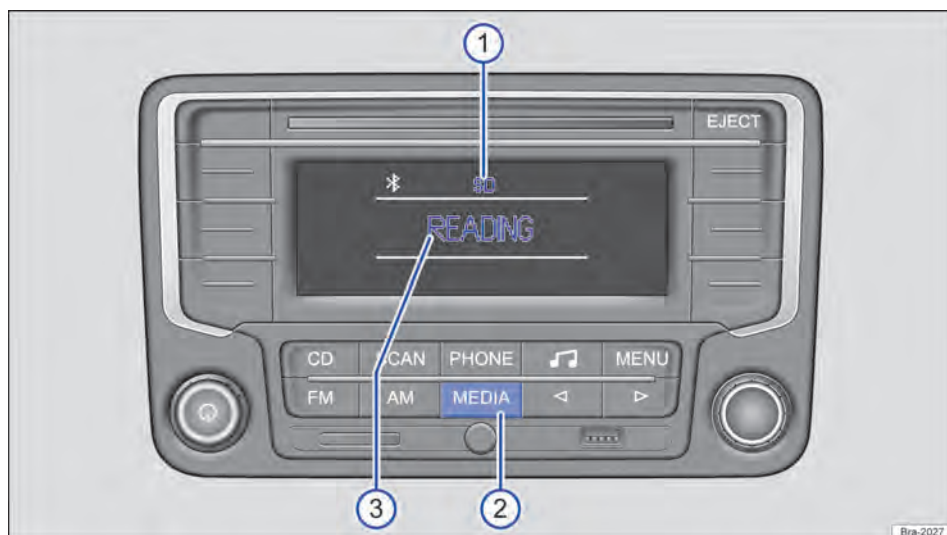
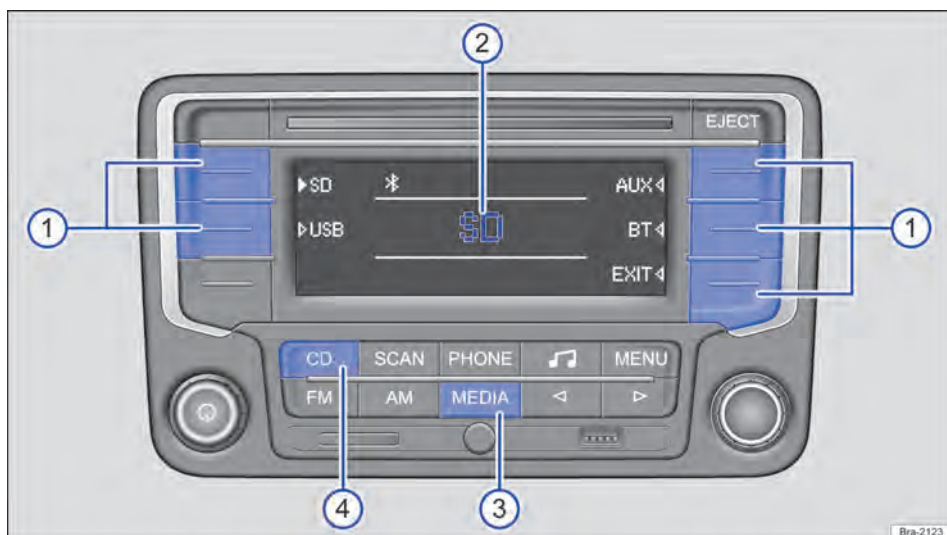

Fig. 137 Exemplo de exibição na operação de mídia: o rádio lê arquivos de um cartão SD.
Fig. 138 Exemplo de exibição na operação de mídia: a reprodução da última fonte de mídia tocada é continuada, outras fontes de mídia são selecionáveis.
Na operação de mídia podem ser selecionadas e controladas diferentes fontes de mídia. Para trocar para a operação de mídia, pressionar brevemente o botão do aparelho **MEDIA** → Fig. 137 ②.
Se a última fonte de mídia tocada ainda estiver conectada, a reprodução dessa fonte de mídia será automaticamente continuada e na troca para a operação de mídia ela será brevemente exibida no centro do display → Fig. 138 ②.
Na operação de mídia em execução, a fonte de mídia selecionada sempre será exibida na parte superior central do display → Fig. 137 ①.
Todas as fontes de mídia selecionáveis → Página 163, *Selecionar as fontes de mídia* são exibidas na área lateral do display → Fig. 138. Em algumas situações de operação, por exemplo, enquanto o rádio lê uma fonte de mídia, nenhuma fonte de mídia é selecionável → Fig. 137.
No centro do display é exibido o status atual da fonte de mídia, por exemplo, **READING**, enquanto o rádio lê uma fonte de mídia → Fig. 137 ③, informações sobre a faixa → Página 165 ou mensagens de erro:
Iniciar a operação de mídia → Página 162, *Menu principal MEDIA*. Se a última fonte de mídia tocada ainda estiver conectada, a reprodução dessa fonte de mídia será automaticamente continuada e na troca para a operação de mídia ela será novamente exibida no centro do display → Fig. 138 ②.
Nas áreas laterais do display são exibidas todas as fontes de mídia selecionáveis → Fig. 138. Selecionar a fonte de mídia desejada da seguinte maneira:
- Pressionar brevemente o botão de função programado com a fonte de mídia desejada → Fig. 138 ①.
- **OU:** pressionar o botão do aparelho **MEDIA** tantas vezes necessárias até que seja exibida a fonte de mídia (exceto CD) → Fig. 138 ③.
- **OU:** pressionar o botão do aparelho **CD** para reproduzir um CD da unidade de CD interna → Fig. 138 ④.